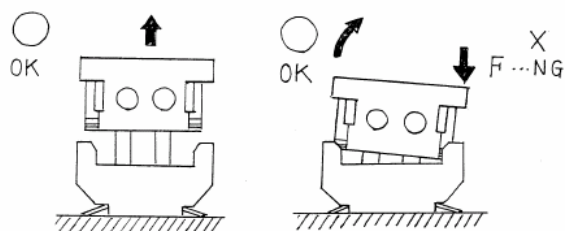

FIG. 2
- (1) プラグコネクタ離脱時は、下図2に示しますように垂直に近い状態で離脱をお願い致します。